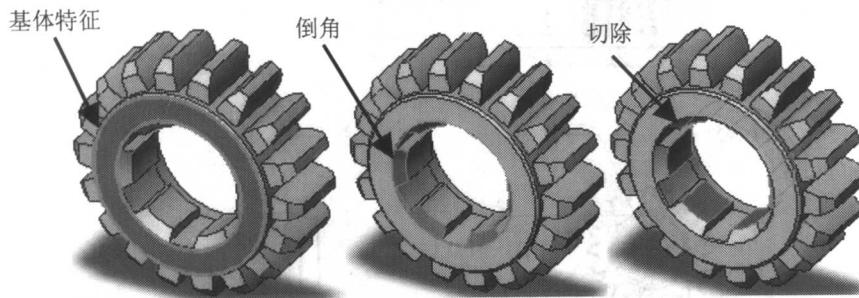

图 1-8 组合特征形成零件
(2) SolidWorks 使用三维设计方法。设计零件时，从初始草图开始，创建一个三维零件模型，并且用这个三维零件模型可建立二维工程图和三维装配体。
(3) SolidWorks 是一种尺寸驱动系统。可指定尺寸和各实体之间的关系，改变尺寸就能改变零件的尺寸和形状，并保留原有设计意图。
(4) 具有特征造型的功能。一般可用草图建立一个基本特征，然后附加上更多的特征，最终建立零件模型。在此过程中通过对特征的增减、改变或调动来自由地重定义设计，如图 1-7、图 1-8 所示。